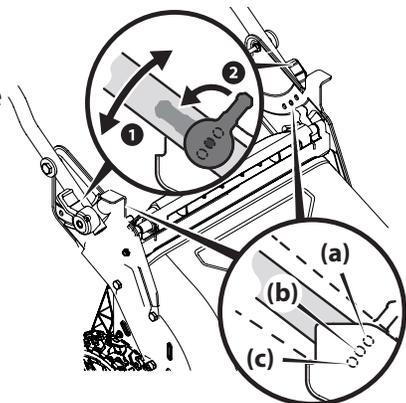

Figure 8
1. Tournez les leviers de réglage du guidon en position déverrouillée pour soulever le guidon. Consultez la Figure 8.